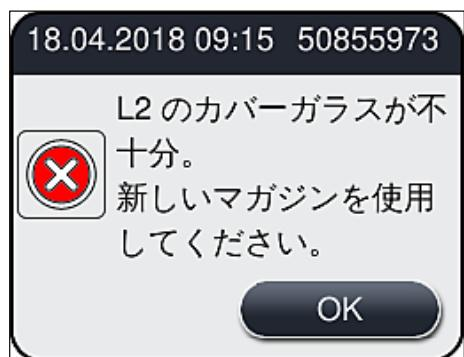

図 54
- いずれかの消耗品が切れていると、対応する警告メッセージが表示されます（例：（→ 図 54）。